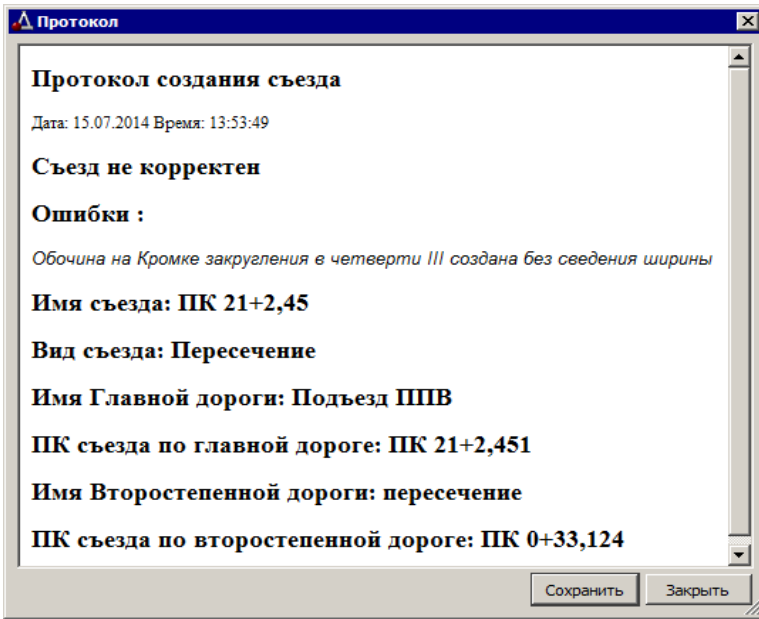

Рис. 26.31
5. После выполнения всех настроек создания съезда и применения построения <F12> может быть сформирован протокол. В протоколе отображаются некоторые характеристики съезда, ошибки, если они были допущены, или несоблюдение заданных настроек, как показано на рис. 26.31. Если ошибок и замечаний по созданию съезда нет, то протокола не будет.